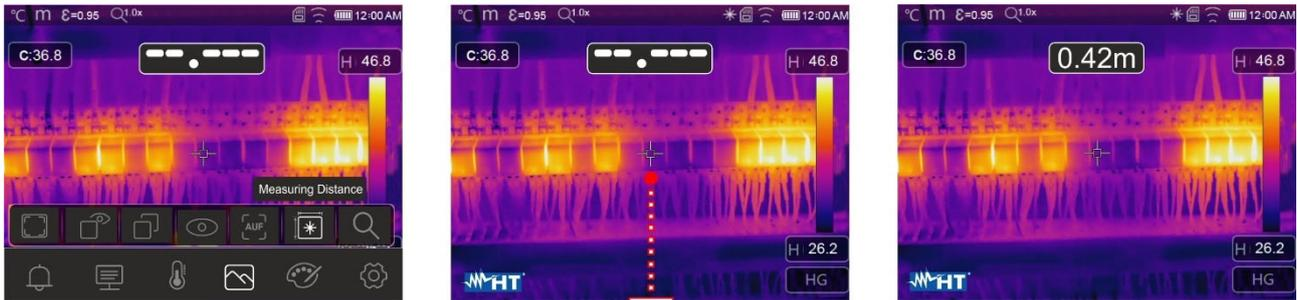

Abb. 38: Funktion Abstandsmessung mit Laserpointer
4. Berühren Sie das Symbol “” zur Aktivierung der Abstandsmessung des Geräts von dem eingerahmten Gegenstand. Die Bildschirmseite in Abb. 38 Seite erscheint im Display
5. Der Laserpointer (siehe Abb. 2 - Teil 3) schaltet sich ein und blinkt intermittierend. Die Entfernungsmessung ist auf dem Instrument immer aktiv und das Ergebnis wird im oberen mittleren Teil des Displays angezeigt (siehe Abb. 38 - rechter Teil). Bewegen Sie das Instrument an die Positionen, an denen Sie die Messung vornehmen möchten
6. Drücken Sie die Taste (T) um das Bild einzufrieren und im Speicher des Instruments zu speichern (siehe § 4.2.5)